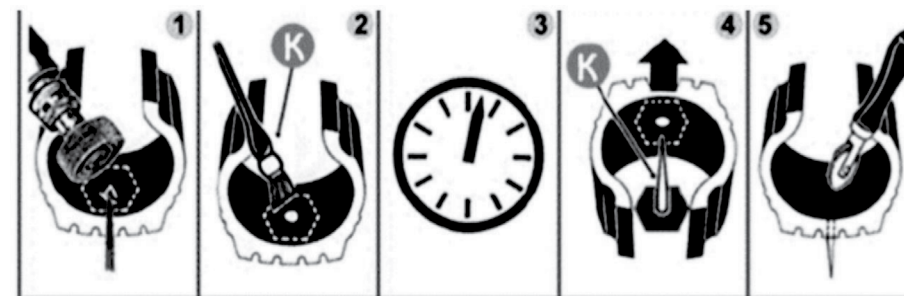

Рисунок 6 – схема ремонта шин грибком
Повторите процедуру промазки трижды. Оставьте приспособление в проколе (2). Тонким слоем дважды нанесите на поверхность повреждения клей, тщательно просушите после каждой промазки 3-5 минут. Удалите защитную плёнку с грибка. Удалите приспособление для зачистки проколов из шины. Смажьте ножку грибка клеем. Конец ножки грибка закрепите в приспособлении для вставки грибков (петле) и введите в повреждение шины грибок (4). Не вынимая ножку грибка из петли, подтяните до полного прилегания шляпки к поверхности шины с внутренней стороны. Прикатайте шляпку грибка роликом от центра к краям (5). Отрежьте выступающую часть ножки грибка на 3 мм выше уровня протектора шины, см. Рисунок 6.